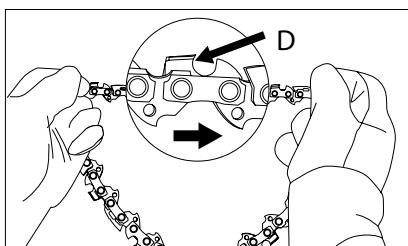

Fig. 7
5. Stendete la catena in un cerchio, puntando i taglienti (D) in base ai puntatori sul coperchio di protezione e sul pneumatico della sega di benzina (fig.7).